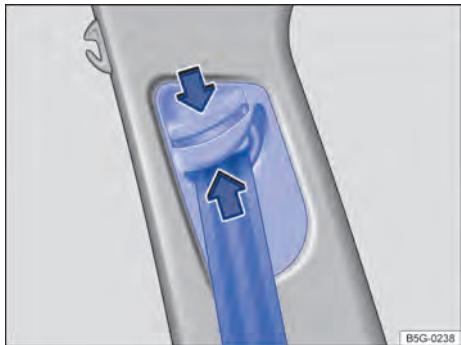

Fig. 81 Ao lado dos bancos dianteiros: regulagem de altura do cinto de segurança.
- Pressionar o dispositivo regulador no sentido da seta e mantê-lo pressionado ⇒ Fig. 81.